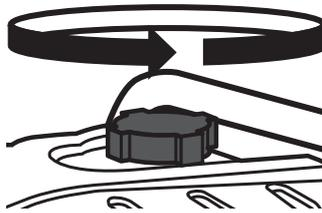

Abb. 3
2. Öffnen Sie den Kraftstofftankdeckel (2), indem Sie diesen gegen den Uhrzeigersinn drehen (Abb. 3).